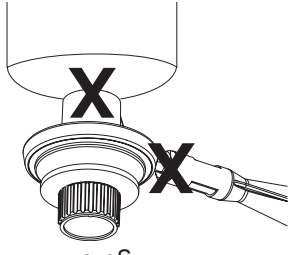

Figura 4
- La perilla tiene que estar en la posición "LOCK OFF" (apagado con cierre puesto), vea la Figura 4.